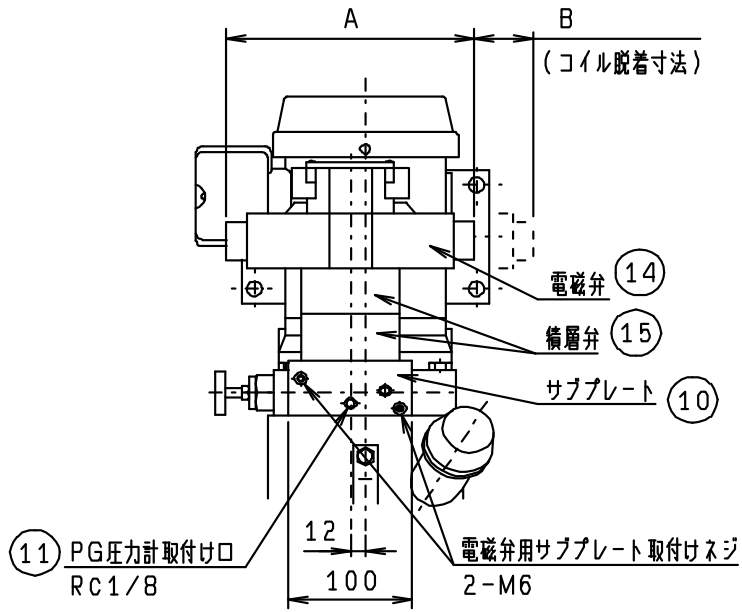

図5 正面図
5-2 オプション品 (図5、6、7参照)
- (1) 回路内の圧力確認のために、圧力計を取り付けることをお勧めします。
- (2) 本機オプション品（電磁弁付き）には、Pポートの圧力を確認するためのR c 1 / 8の圧力計取付けポートがあります。（図5参照）
- (3) 圧力計取付けポートにチェック弁付きカップラーを取付け、必要時のみ圧力測定を行うようにすれば、圧力計の数量も少数で、しかも圧力計の耐用年数も延ばすことができます。
- (1) モーター及びポンプ寿命、油温上昇の上から、定格圧力内で使用して下さい。
- (2) 電源には必ずブレーカーを組込んで下さい。モーターの焼損の恐れがあります。
- (3) 電源コードの上に重いものを絶対に乗せないで下さい。火災や感電の原因になります。
- (4) 静電防止及び感電防止のために、端子箱または、モーターベースにあるアース端子にアース線を接続して下さい。
- (5) アンロード弁設定圧力範囲内では、ポンプの騒音、振動、脈動が非常に大きくなりますので、無負荷運転時は、できる限り低い圧力で使用することをお勧めします。
- (6) バルブブロック(図2)及び、電磁弁用サブプレート(図5)には数ヶ所、六角穴付きプラグ(詰栓)がありますが、R1、R2ポート、圧力計取付けポート以外は、運転中又は、停止時においても絶対にゆるめないで下さい。本機の機能を損なうことがあります。
- (7) 使用条件により、かなり油温が上昇することがあります。特にリリーフ弁の長時間作動や流量制御は発熱の原因となります。できるだけ60℃以下の油温でご使用下さい。この油温を越える時は、運転条件を楽にするか補助タンクやクーラーを別に取付けるようにして下さい。
- (8) アンロード弁の切り換え過渡状態での長時間使用は、極端な油温の上昇のほかポンプ寿命を短くしますので使用しないようにして下さい。